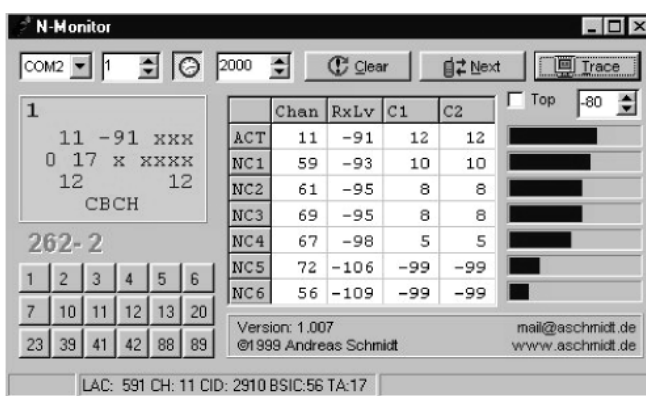

рис. 10
**Программа N-Monitor** работает через интерфейс F-BUS и позволяет выводить все показания NETMONITOR на экран компьютера. При правильном указании COM порта программа начинает работать сразу (рис.10). Загрузить программу размером 300К можно с сайта ее автора <http://www.aschmidt.de/nmon.htm>.